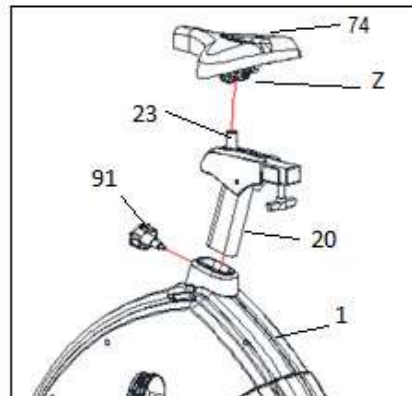

Fig.7
Coloque el manillar (28) en el alojamiento del tubo (17) con los tornillos (66) y arandelas planas (65) y arandelas elásticas (63). Fig 7